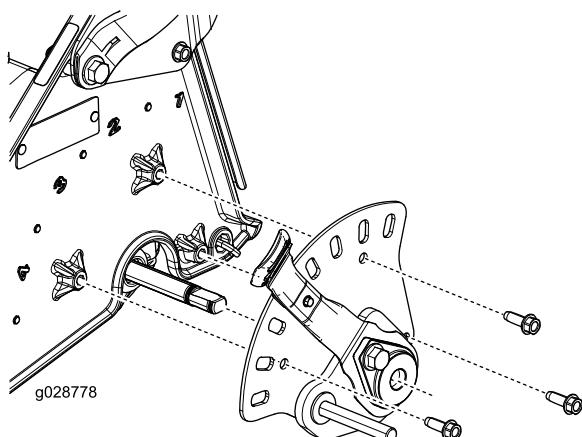

Figure 6
- Reposez le bloc de réglage de hauteur de coupe sur la machine au moyen des 3 boulons (1/4 x 3/4 po), comme montré à la Figure 6.